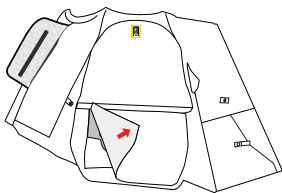

図11
1. ジッパーと面ファスナーを開き、ベストの内側の開口部にアクセスする (図11)。